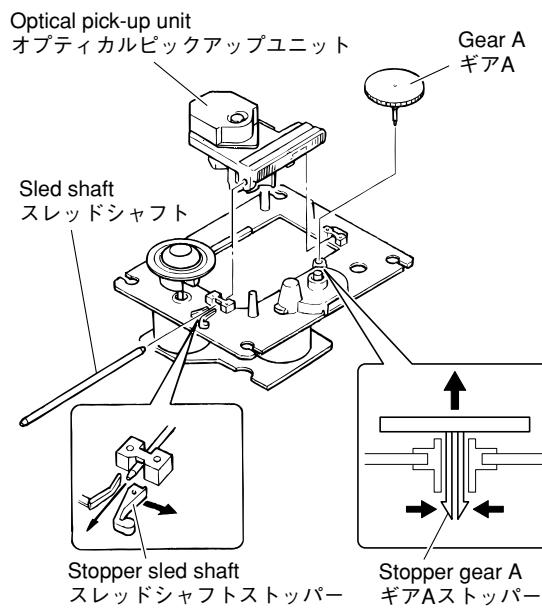

Fig. 6
- Remove stopper gear A and then remove the gear A. (Fig. 6)
- Remove stopper sled shaft and then remove the sled shaft. (Fig. 6)
- Remove the optical pick-up unit. (Fig. 6)
- ギアAストッパーを取り外し、ギアAを取り外します。 (Fig. 6)
- スレッドシャフトストッパーを取り外し、スレッドシャフトを取り外します。 (Fig. 6)
- オプティカルピックアップユニットを取り外します。 (Fig. 6)